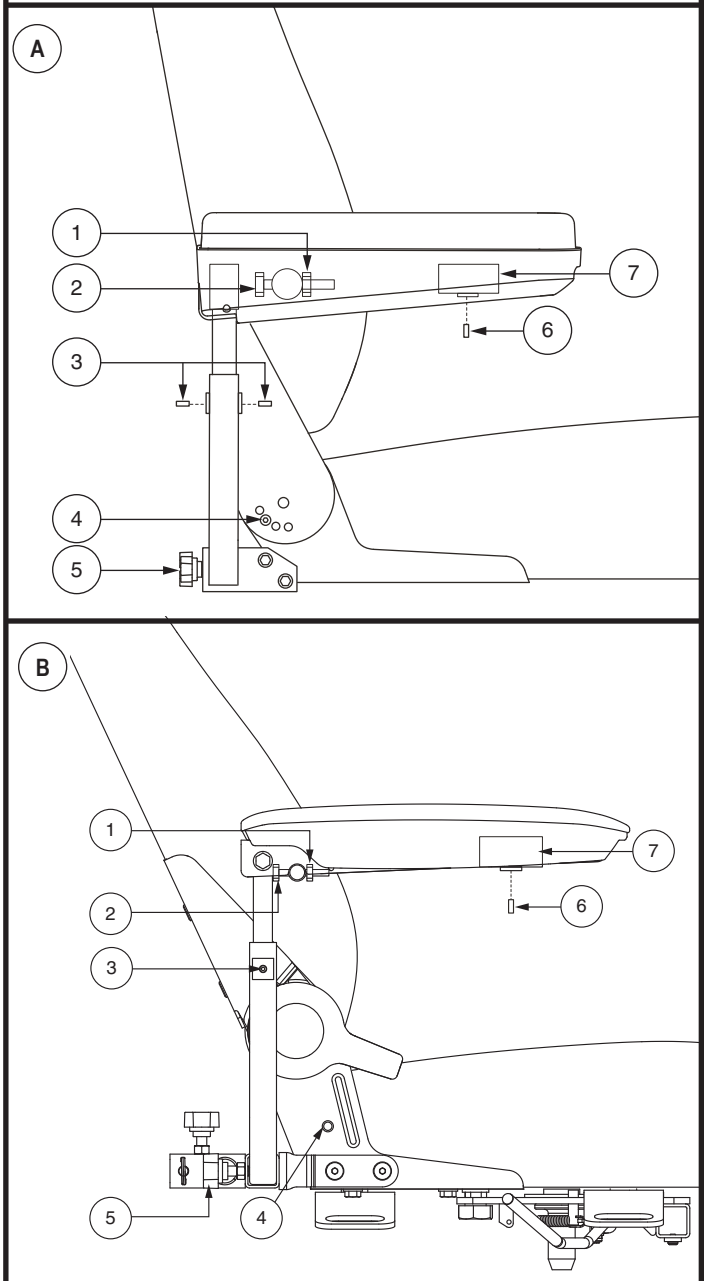

Figura 14. Ajuste del respaldo y reposabrazos
NOTA: La configuración más común del hardware de ajuste del asiento se muestra en la figura 14. Su producto puede estar equipado con una configuración diferente. Todas las configuraciones operan de manera similar.
1. Quite los tornillos de ajuste de las dos bisagras del asiento. Ver figura 14.
1. Localice los dos pomos de ajuste en el soporte del reposabrazos. Ver figura 14.
1. Afloje los dos tornillos de presión del reposabrazos. **Ver figura 14.**
2. Afloje el tornillo a presión del soporte del regulador. **Ver figura 14.**
5. Afloje el tornillo a presión de la parte inf. interna de cada reposabrazos. **Ver figura 14.**